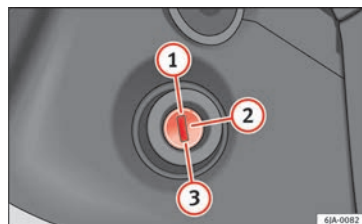

Abb. 172 Positionen des Zündschlüssels
- Während der Fahrt mit stehendem Motor muss der Zündschlüssel immer in der Stellung ② » **Abb. 172** » Seite 160 (Zündung eingeschaltet) sein. Diese Stellung wird durch Aufleuchten von Kontrollleuchten signalisiert. Wenn das nicht der Fall ist, könnte es unerwartet zur Verriegelung der Lenkung kommen – Unfallgefahr!
① VORSICHT
- Der Anlasser darf nur betätigt werden (Zündschlüsselstellung ③ » **Abb. 172** » Seite 160), wenn der Motor steht. Wird der Anlasser bei eingeschaltetem Motor betätigt, kann er beschädigt werden.
- Kupplungspedal ganz durchtreten und Motor starten  » **Abb. 172** » Seite 160, ohne das Gaspedal zu betätigen. Halten Sie das Kupplungspedal getreten, bis der Motor anspringt.
Den Motor schalten Sie durch Drehen des Zündschlüssels in Stellung  » **Abb. 172** » Seite 160 aus.